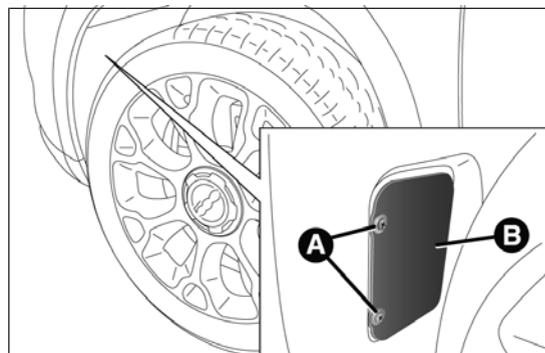

fig. 175
- dévisser les vis A fig. 175 et enlever le volet B ;